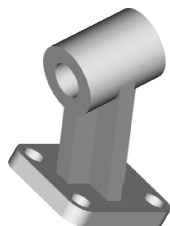

图 13-25 轴支架
绘制如图 13-25 所示的轴支架。
(19) 采用“概念视觉”样式处理图形, 设置为西南等轴测视图, 结果如图 13-25 所示。